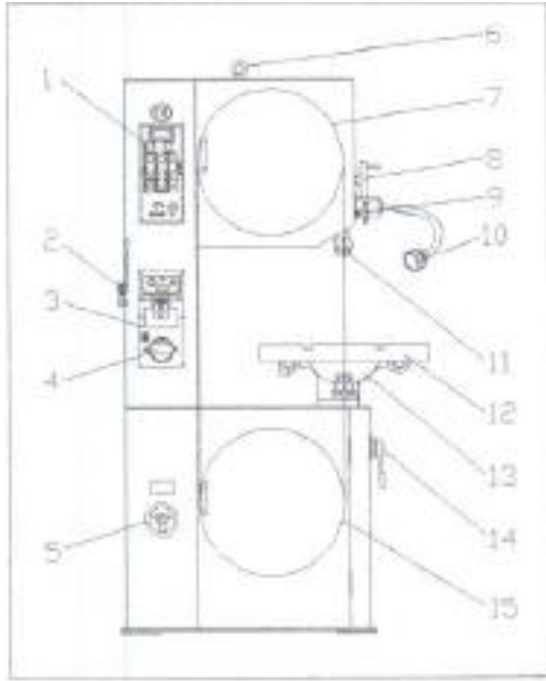

Рис. 2.
**Рычаг переключения диапазона скоростей** (В, Рис. 2) – для переключения на низкий диапазон скоростей потяните рычаг к передней части станка. Для переключения на высокий диапазон скоростей нажмите на рычаг по направлению к задней части станка. **ОСТОРОЖНО: во время работы станка менять диапазон скоростей запрещается. Сначала остановите станок.**